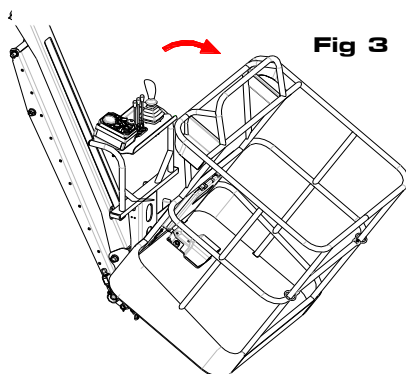

Fig 3
- de korf doen slingeren om de hydraulische en elektrische bedieningen vrij te maken om ze niet te beschadigen bij het uitnemen (Fig.3 en 4).